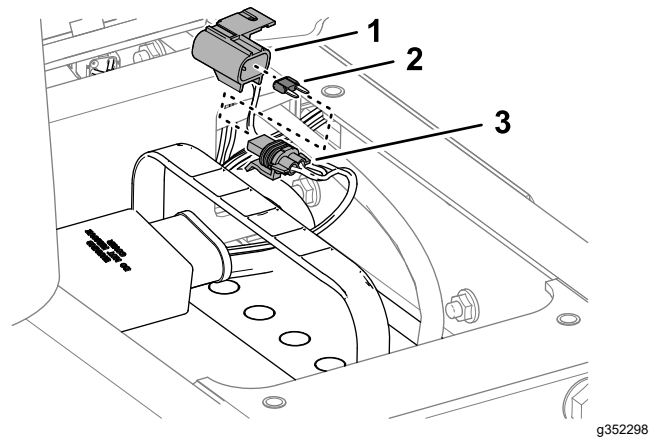

Figura 71
2. Îndepărtați capacul de la suportul pentru asigurări în linie (Figura 71).